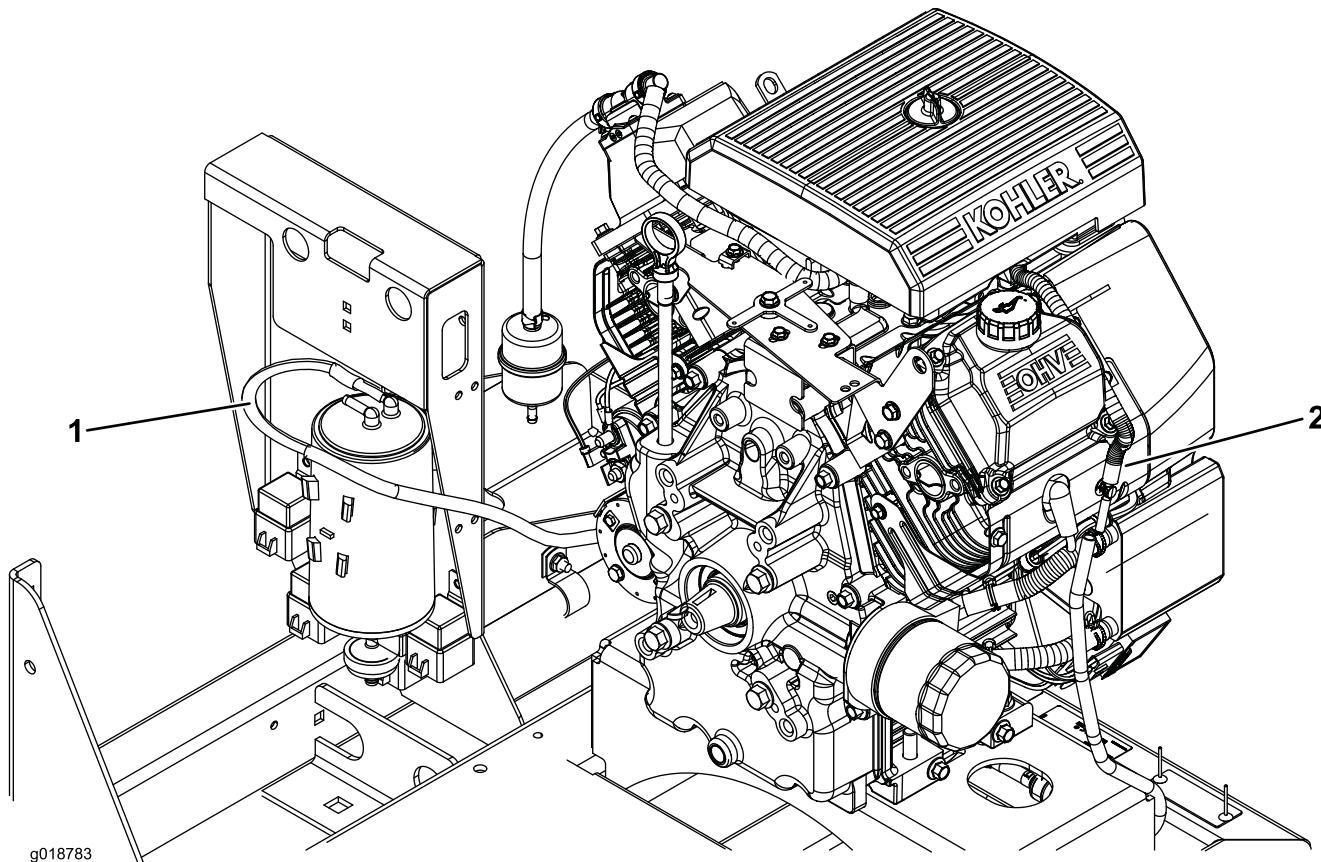

Bild 1
2. Schließen Sie die Rückschlagventilschläuche vom Anschlussstück am Aktivkohlefilter und dem Motor ab (Bild 1).